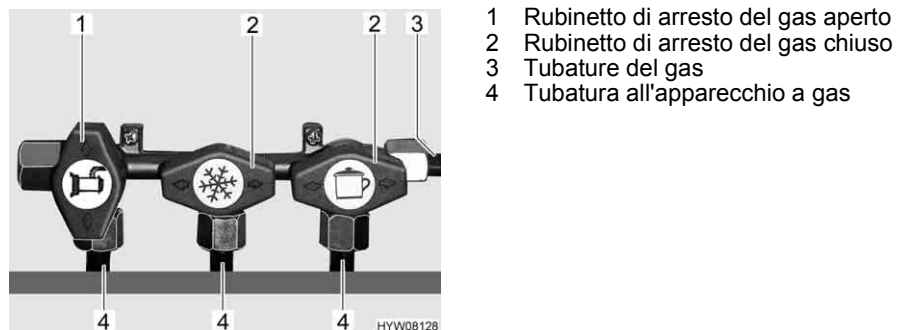

Fig. 46 Posizione rubinetti di arresto del gas
- Posizionare il rubinetto di arresto del gas dell'apparecchio a gas corrispondente parallelamente (Fig. 46,1) alla tubatura (Fig. 46,4) che alimenta l'apparecchio a gas.
- Posizionare il rubinetto di arresto del gas dell'apparecchio a gas corrispondente trasversalmente (Fig. 46,2) alla tubatura (Fig. 46,4) che alimenta l'apparecchio a gas.